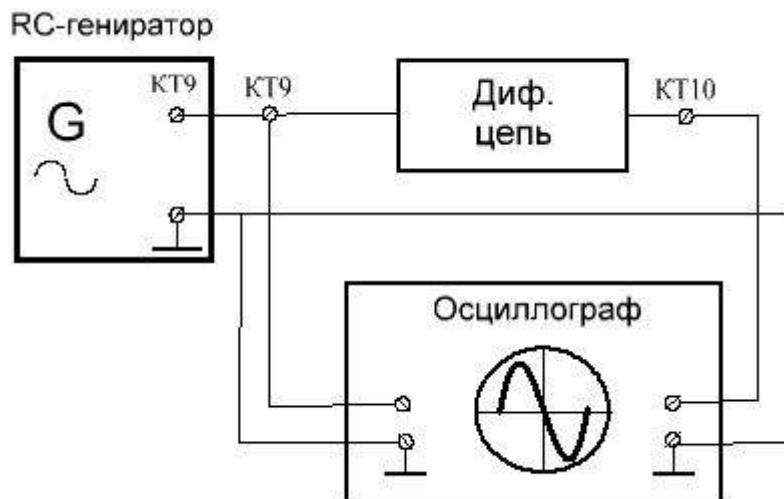

Рисунок 20 – Блок-схема для получения «фазового портreta» выходного напряжения генератора
3.7.2 Подайте напряжение с выхода генератора КТ9 и с выхода дифференциальной цепи КТ10 на 2 входа осциллографа (рисунок 20).